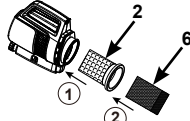

Abb. 3.2
Zum Aufsaugen von Feinstpartikeln: Setzen Sie den Mikrofilterbeutel (6) in den Filterbeutel mit Dichtung (2) und achten Sie darauf, dass der Mikrofilterbeutel die Filterbeuteldichtung (2) „umschließt“. Setzen Sie dann den gesamten Filterbeutel mit dem Mikrofilterbeutel in den Saugkörper ein. Siehe Abb. 3.2.